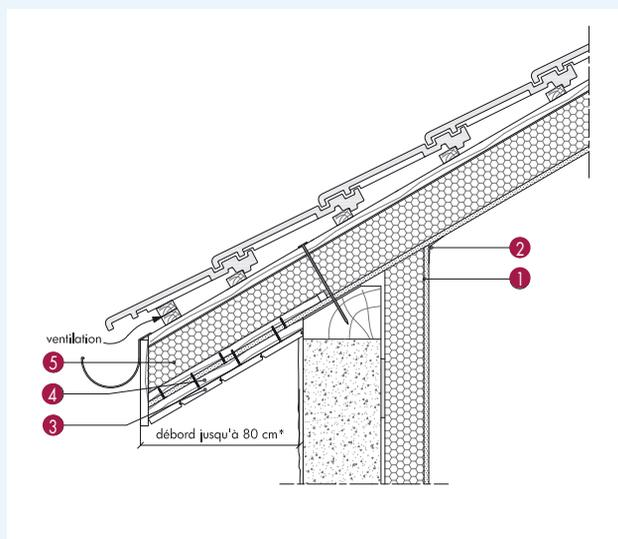

Fig. 9 : Égout en débord avec habillage suivant rampant + tasseau
- soit insertion d'un U métallique sur 30 cm (fourni sur demande) en bout de panneau, entre isolant et sous-face, dans des rainures existant dans l'isolant. Puis fixation d'un tasseau longitudinal en extrémité sur le U à travers la sous-face. La planche de rive sera fixée sur le tasseau et sur le contre-liteau (fig. 9) ;
Fixation de la planche de bas de pente (fig. 9)